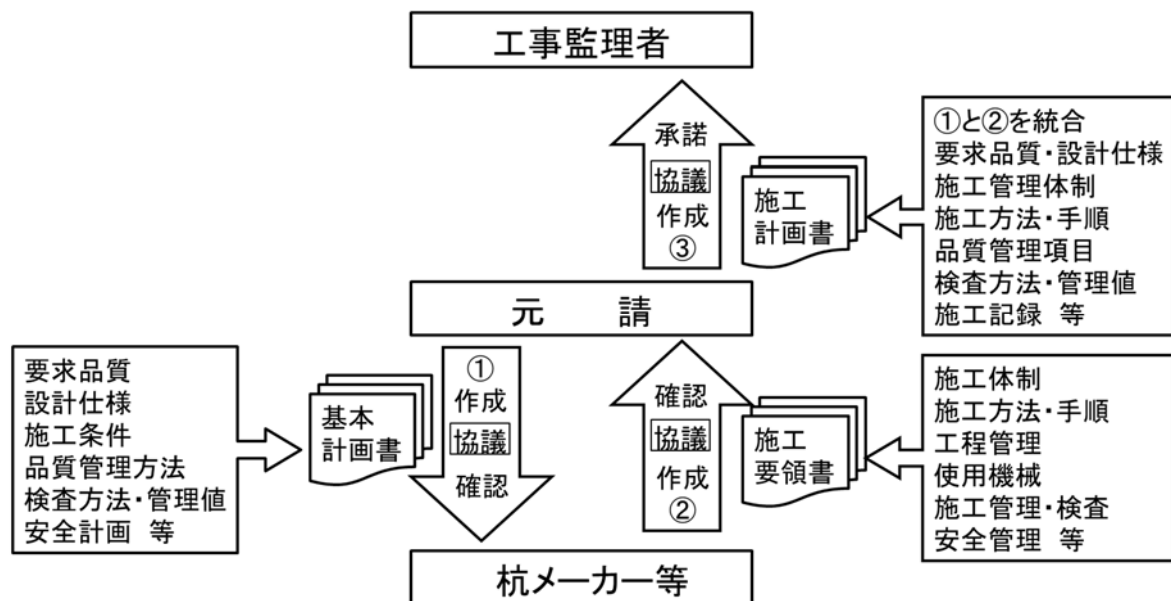

図1 施工計画書の作成手順
- 1) 元請は、設計図書や施工条件、各種調査結果をもとに要求品質、設計仕様、施工条件、品質管理方法等をまとめた基本計画書を作成し、杭メーカー等に提示する（図1中の①）。ここでいう基本計画書は、杭メーカー等に対する元請としての施工方針伝達書という意味合いのものである。また、品質管理工程表を作成し、作業手順、管理項目、管理基準値、元請と杭メーカー等の責任分担、合否判定、立会い・写真撮影する施工プロセス等を明確にすることが重要である。
- 2) 杭メーカー等は、①の基本計画書をもとに具体的な施工方法や手順、工程表、品質管理方法等をまとめた施工要領書を作成し、元請に提出する（図1中の②）。
- 3) 元請は、②の施工要領書の内容を確認し、①の基本計画書と統合した施工計画書を作成し、工事監理者に提出し承諾を得る。（図1中の③）。
次ページに基本計画書、施工要領書、施工計画書の作成手順（図1）及び作成区分（表1）を示す。